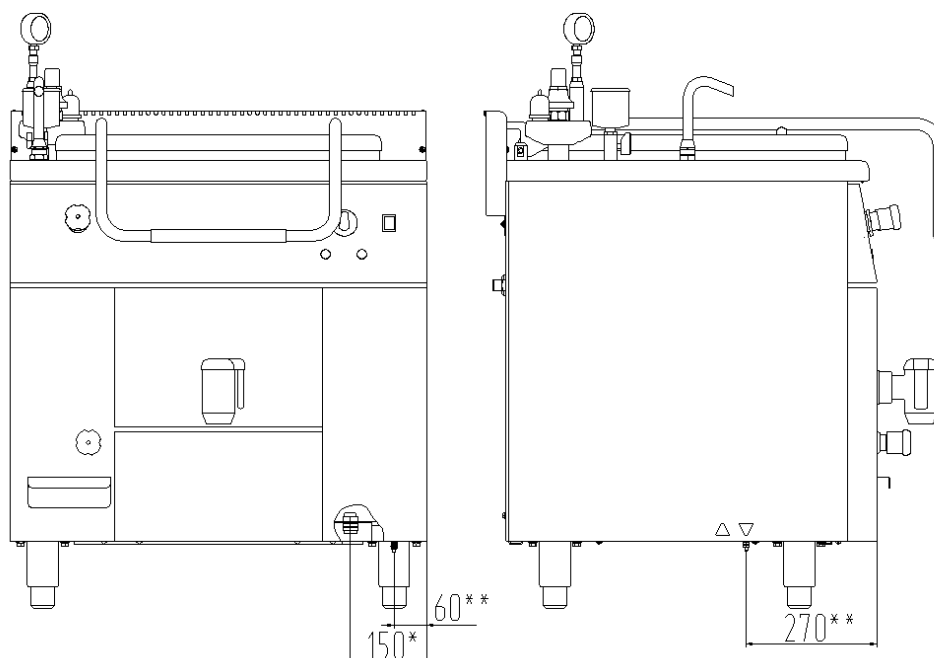

Рисунок 2 – Схема подключения котла
**6.4.7** При использовании изделия в составе технологических линий, необходимо соединить его с другими элементами линии с помощью зажима эквипотенциального заземления (рисунок 2), расположенного на дне изделия с правой стороны, обозначенного специальным знаком, указанным на рисунке 3.